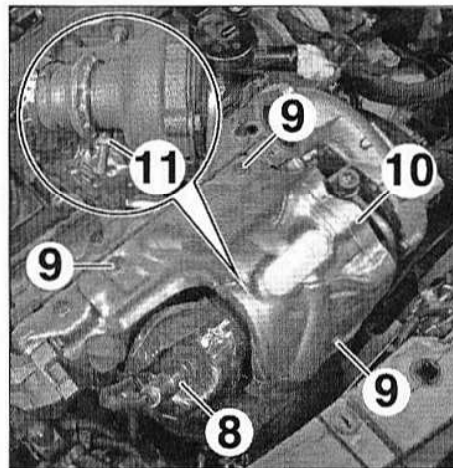

FIG.103
- la sonde Lambda (8) (Fig.103),
- la vis et les écrous (9),
- l'écran thermique (10).
- Desserrer le collier (11).